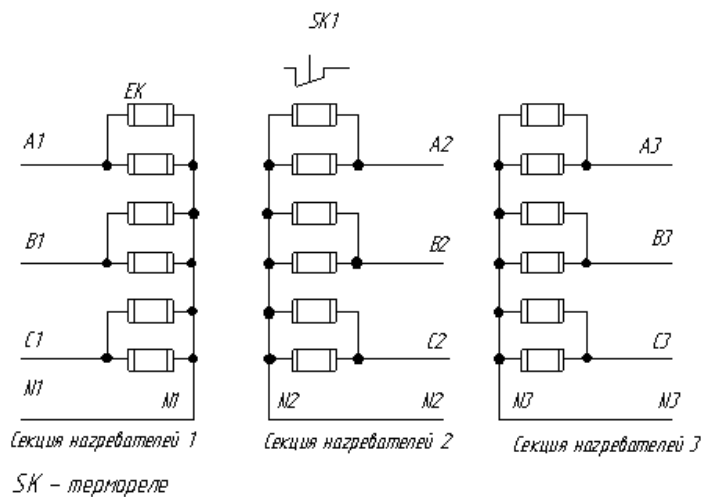

Рисунок 2
4.3 Электрокалорифер имеет 2, 3 ряда ТЭНРов, каждый ряд представляет собой автономную электрическую секцию, в которой электронагреватели соединены в звезду рисунок 2. Выводы ТЭНРов размещены в коробах, которые закрыты крышками.